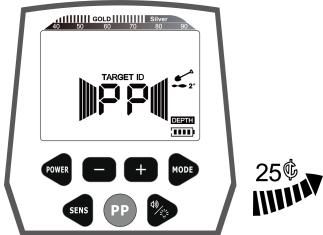

Abb.15
- b. Nehmen Sie eine 25€-Silbermünze und lassen Sie sie langsam an die Suchspule herantreten. Bei einer Position von etwa 7° bis 8° beginnt der erste Satz von Signalstärke-Cursors zu erscheinen, der Ton wird lauter und der Ton wird höher. Bewegen Sie die 25€-Silbermünze weiter, der Signalstärke-Cursor ist schnell voll, der Ton wird lauter, und dann zeigt der Tiefen-Cursor die Tiefe an, bis nur noch einer übrig ist, was anzeigt, dass sich das Metall allmählich der Mitte der Suchspule nähert. (Siehe Abb.15)